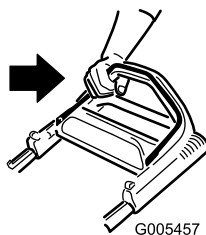

Рисунок 13
2. Удерживайте птлангу управления ножом прижатой к рукоятке (Рисунок 13).